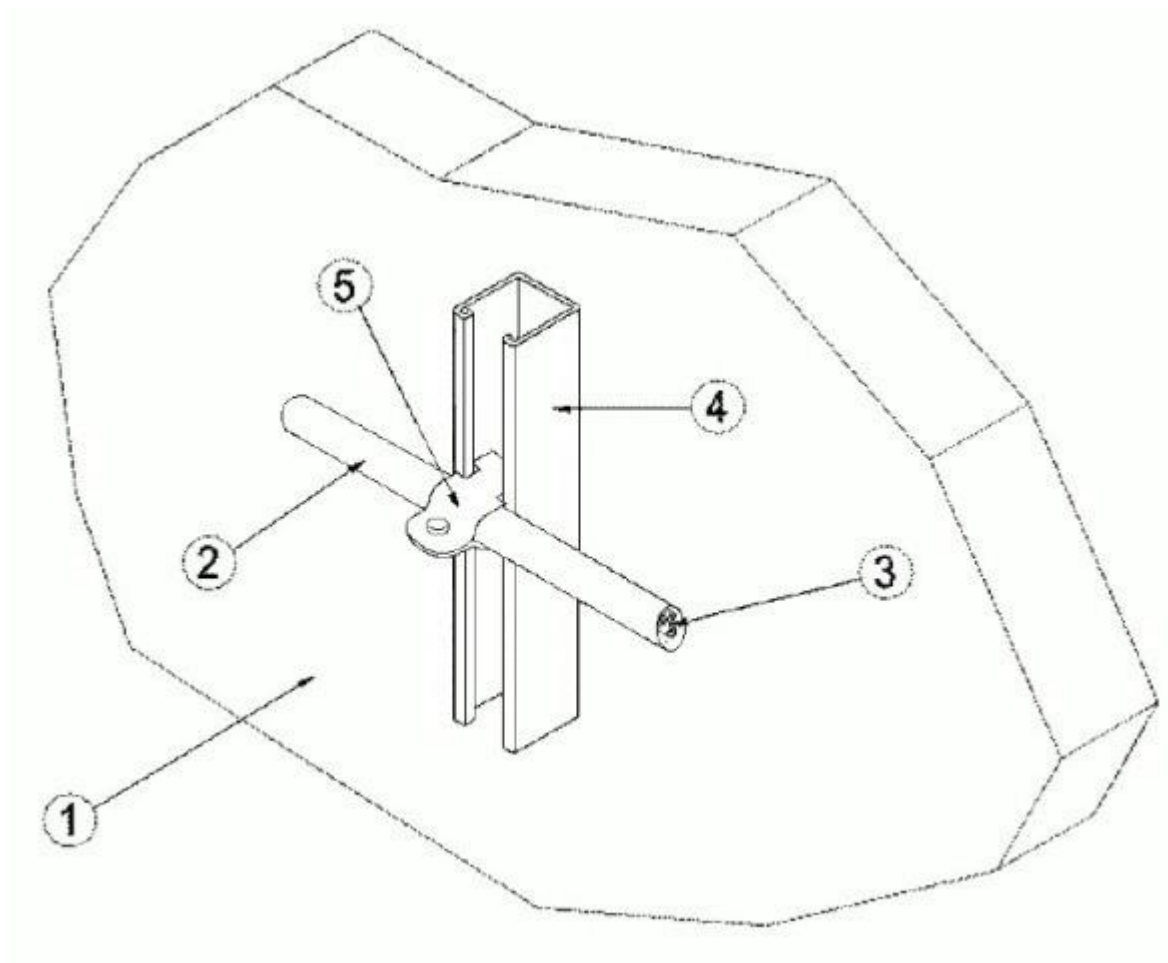

Fig. 1
4. **Supports** — (Figure 1) — Profilé en acier à fentes, à bord rabattu, de calibre 12 min, d'une largeur de 1-1/2 po ou 1-5/8 po, peint ou non. Dessous fendu pleine longueur, rebords troués ou non. Les longueurs de profilé en acier à fentes de 5 pi ou moins doivent être fixées au mur ou au plancher à l'aide d'au moins deux vis à béton d'au moins 2-1/4 po de long et d'un diamètre minimum de 1/4 po, ou deux pièces d'ancrage de maçonnerie d'au moins 1-3/4 po de long et d'un diamètre minimum de 1/4 po. Une vis ou une pièce d'ancrage doit être placée à chaque extrémité du profilé en acier à fentes. Les longueurs de profilé en acier à fentes de plus de 5 pi nécessitent au moins trois vis ou pièces d'ancrage, une à chaque extrémité et une à mi-longueur. Les supports ne doivent pas être espacés les uns des autres de plus de 5 pi centre à centre. Dans le cas d'installations à la verticale, la distance maximale que peut parcourir un câble à l'intérieur d'une canalisation est de 24 pi.